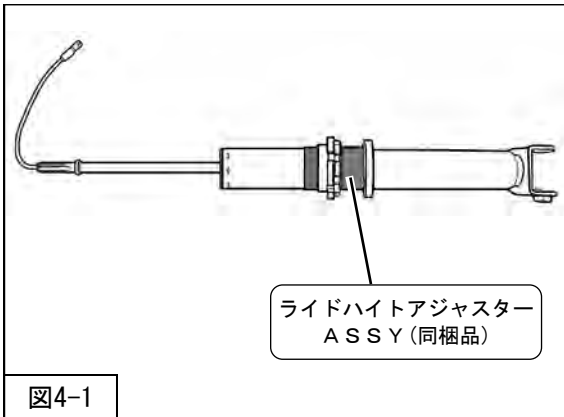

図4-1
- 1. ライドハイトアジャスターASSY (同梱品) をリアショックアブソーバASSY に取付けてください。(図4-1)